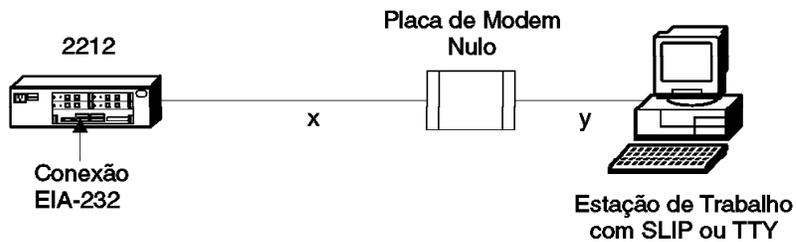
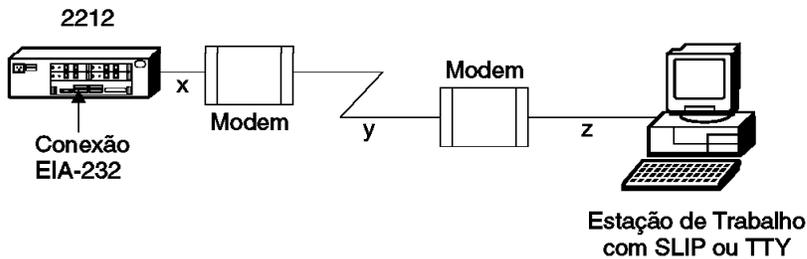

Figura 3-1. Conexão de Terminal Local à Porta de Serviço EIA-232
Figura 3-2. Conexão de Terminal Remoto à Porta de Serviço EIA-232
- Comunicação remota (utilizando linhas telefônicas) através de um modem conectado à porta de serviço EIA-232, utilizando uma conexão ASCII ou SLIP (Serial Line Internet Protocol). Veja a Figura 3-2 na página 3-2. A seção “Configurações do Modem” na página 3-3 lista os modems já testados para utilização com o 2212.
- Localmente através de um adaptador de modem nulo e cabos seriais fornecidos com este produto, que estão conectados à porta de serviço EIA-232 utilizando uma conexão ASCII ou SLIP. Veja a Figura 3-1 na página 3-2.
Conecte-se a um terminal ASCII ou a um emulador (com o software de emulação apropriado) para fornecer acesso local ou remoto ao 2212. Ao conectar localmente um terminal à porta de serviços 2212, a velocidade (velocidade de transmissão, em bauds por segundo, bps) configurada para a porta de serviços deve corresponder à velocidade do terminal conectado (x e y na Figura 3-1 na página 3-2). Ao conectar um 2212 a um terminal remoto através de dois modems conectados por linhas telefônicas (x, y e z na Figura 3-2 na página 3-2), as regras a seguir devem ser observadas: